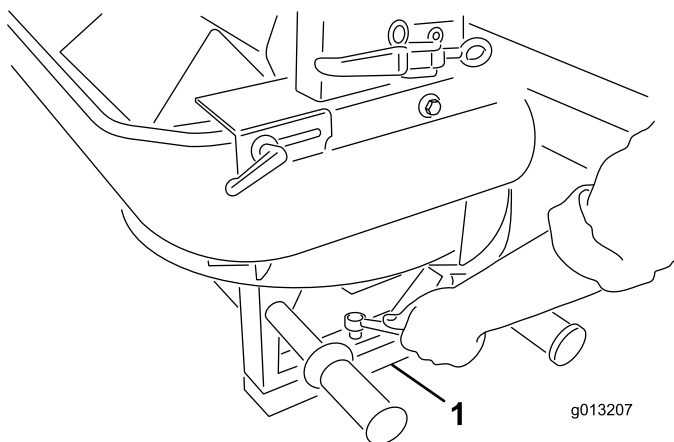

Figura 6
5. Rimuovete le quattro viti dalle gambe dello spargitore doppio. Con l'aiuto di un collega, sollevate lo spargitore Twin Spinner e rimuovete i prigionieri e la gomma espansa di imballaggio (Figura 6).